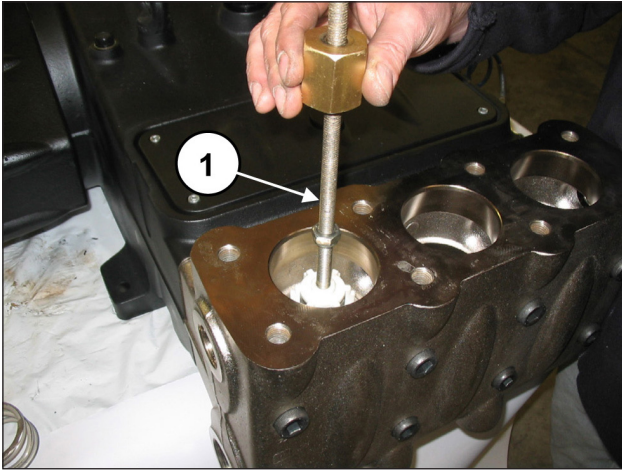

Fig. 82
Extraire le groupe soupape de refoulement en appliquant un chasoir à inertie sur l'orifice M10 du guide de soupape (rep. ①, Fig. 82).